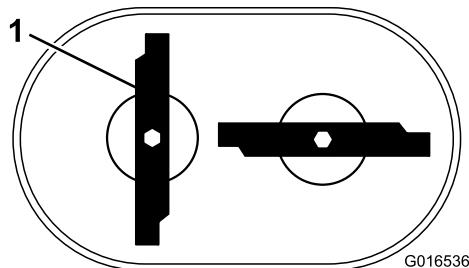

Figura 23
- D. Asegúrese de que la cuchilla instalada está en posición vertical antes de instalar la segunda cuchilla. La segunda cuchilla debe instalarse perpendicular a la primera, siguiendo los pasos A a C. Las dos cuchillas formarán una "T", como se muestra en la Figura 23.